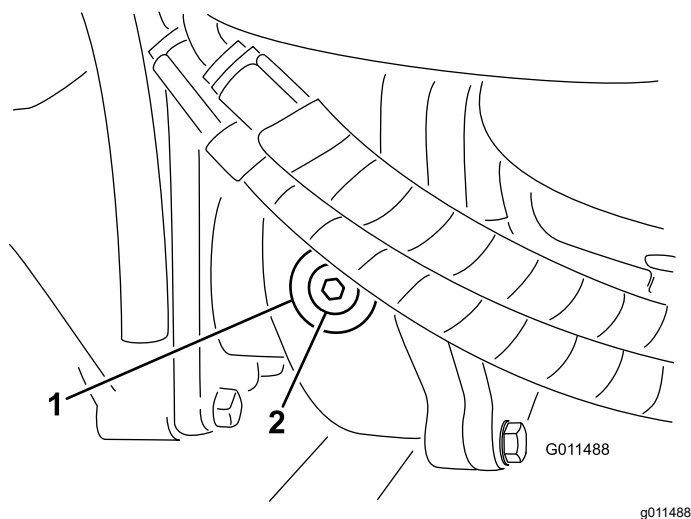

Figura 59
2. Retire el tapón de verificación/llenado del lado izquierdo de la caja de engranajes y asegúrese de que el lubricante llega al borde inferior del orificio (Figura 59).